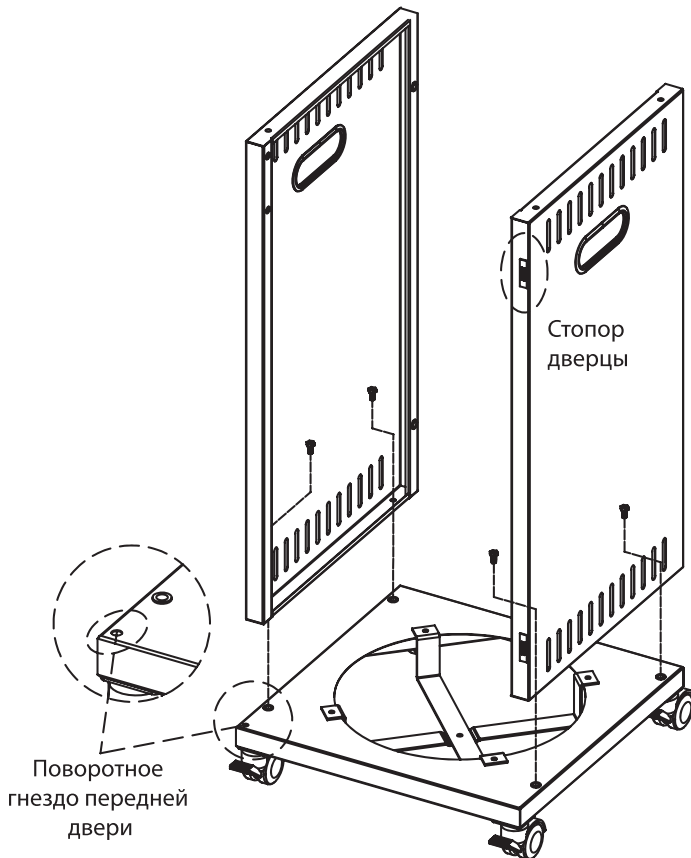

Рис. 6.
3. Установите левую боковую пластину и правую боковую пластину на основание с помощью четырех винтов с шестигранной головкой М6х12. Обратите внимание, что боковая пластина без дверного подсоса – это левая боковая пластина, которая устанавливается сбоку от отверстия передней двери, а правая боковая пластина с дверным подсосом устанавливается с другой стороны (рис. 6).